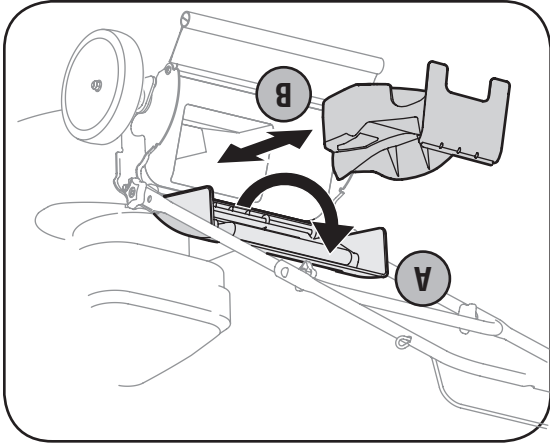

Figure 3-5
6. Démontez le bouchon de déchetage arrière avant d'installer le sac à herbe. Voir la Figure 3-5.
- b. Installez le bouchon de déchetage arrière de la façon illustrée à la Figure 3-5 et relâchez le clapet d'éjection arrière.